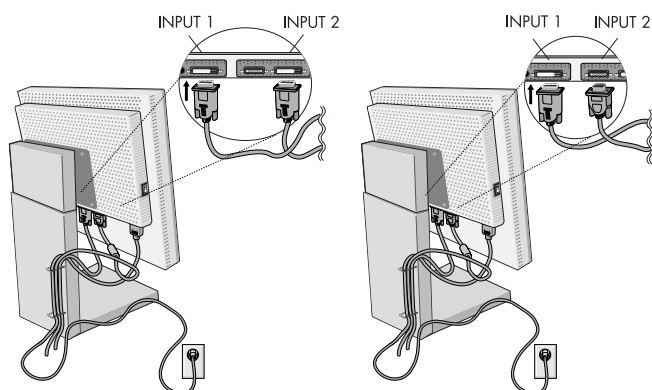

Figura C.1
3. Conecte el cable de señal DVI al conector por la parte posterior del monitor. Coloque el cable de señal de video (**Figura C.1**). Conecte solamente VGA o DVI a Input 2.
Utilice dos abrazaderas para fijarlos a la parte trasera (**Figura C.1**) o una para sujetarlos en la parte delantera (**Figura C.2**). Recoja los cables y manténgalos en el stand mediante "wireclamp".
4. Conecte un extremo del cable de potencia a la entrada de corriente alterna en la parte trasera del monitor y el otro extremo a la toma de corriente (**Figura C.1**).